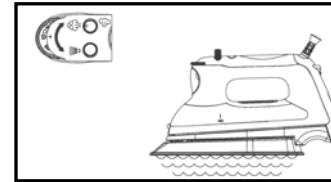

Fig. 2
4. Gire el control variable de vapor hacia la derecha para aumentar la cantidad de vapor. Al usar más vapor, la plancha usa más agua y podría ser necesario rellenarla más seguido. (Fig. 2)